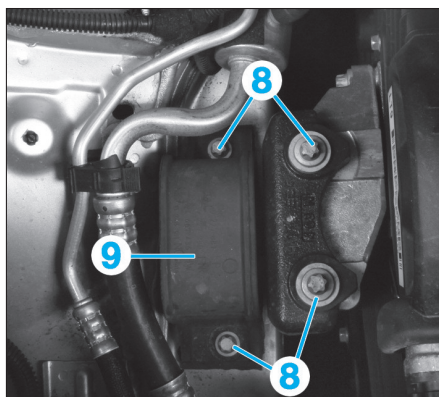

FIG. 9
- les vis (8) puis le support moteur droit (9) (Fig.9),